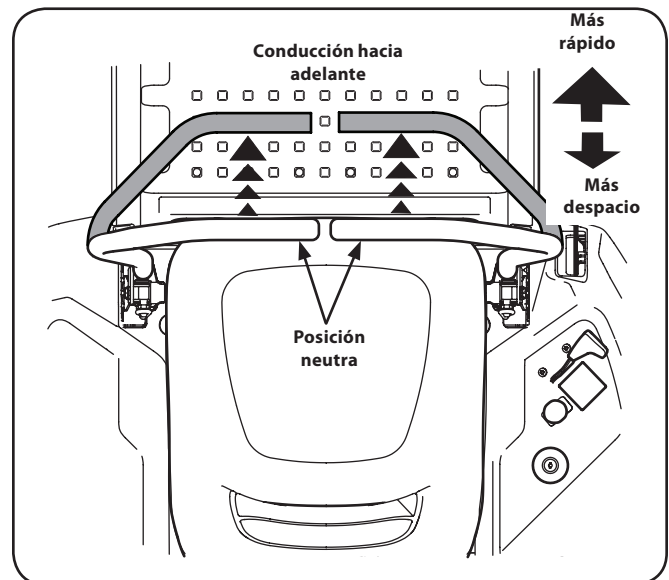

Figura 5-3
1. Mueva las palancas de control lenta y suavemente hacia adelante. El tractor comenzará a desplazarse hacia adelante. Consulte la Figura 5-3.